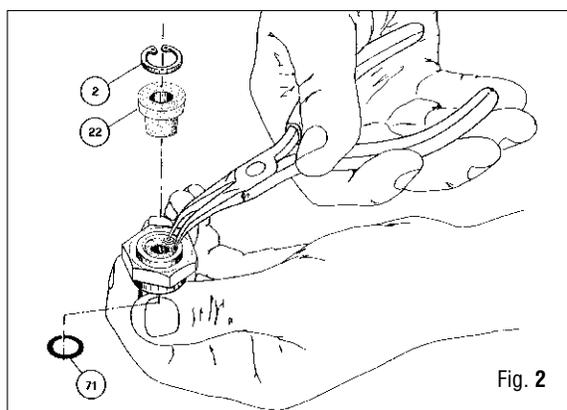

Fig. 2
3. Usando la pinza para anillos elásticos (B-14), extraer del hexágono de retén de la brida (69), el seeger (2), el filtro sinterizado (22) y el OR (71). (Fig.2)
4. Quitar del cuerpo de la Primera etapa (1) el muelle (8), la válvula cónica (9) y el vástago (12).